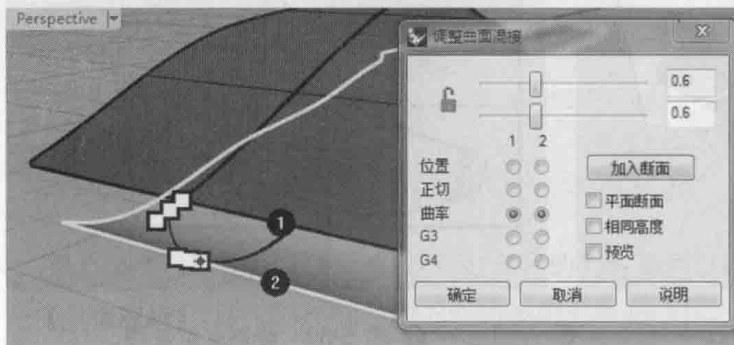
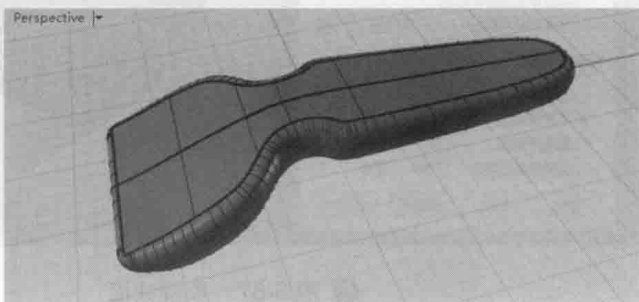

图 5-61 调整混接曲面的接缝
图 5-62 生成混接曲面
(14) 单击工具箱中的 / 【混接曲面】按钮, 分别选取修剪后两个曲面的边缘。
(15) 参照图 5-61 所示调整混接曲面的接缝。
(16) 参照图 5-61 所示设置【调整混接转折】对话框,然后单击 **确定** 按钮,生成的混接曲面效果如图 5-62 所示。再利用【组合】工具  将所有曲面组合为一个多重曲面对象。